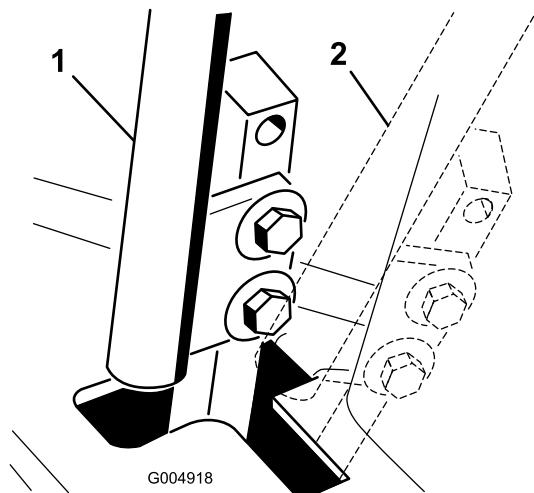

図 63
4. レバーのうちの1本をニュートラル位置にセットするがロックはしない（図 63）。
6. コントロール・レバーと、コンソールのノッチとの位置関係を見る（図 63）。レバーがノッチの中心に整列しており、レバーを外側に倒せばニュートラル固定位置にセットされる状態であれば適切である。